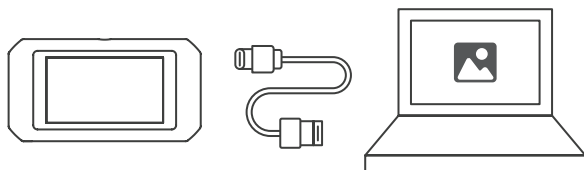

図 4.1.1
2. 提供した USB ケーブルで TC003 カメラを Windows のコンピュータに接続します (図 4.1.1 を参照)。